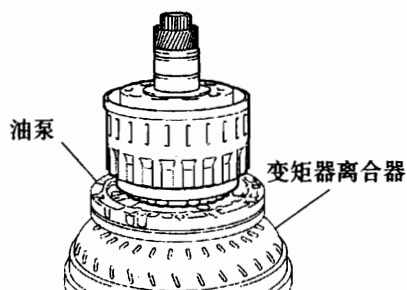
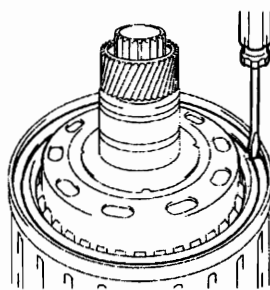

图 12-1-114
图 12-1-115
(1) 如图 12-1-114 所示, 将油泵放置到变矩器离合器上, 然后将离合器鼓和输入轴总成放置到油泵上。
(2) 拆下倒挡离合器鼓分总成。
①如图 12-1-115 所示, 用螺丝刀从离合器鼓和输入轴总成上拆下卡环。